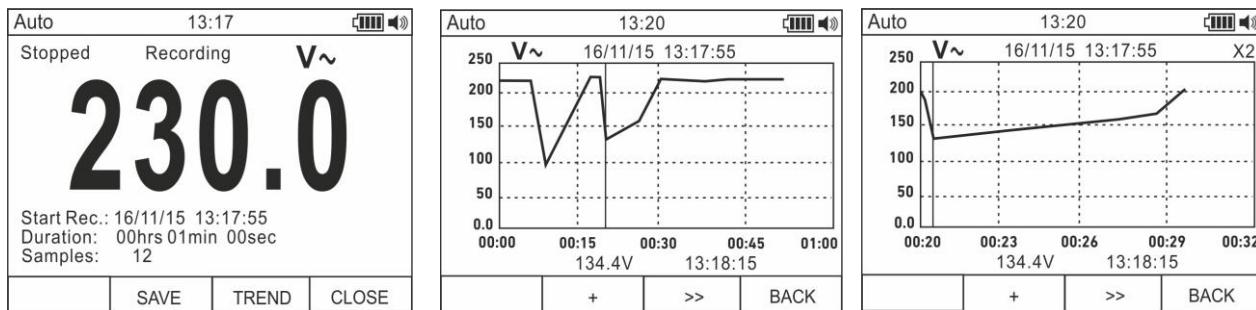

Fig. 11: Início da gravação de dados
9. O instrumento mostra o tempo residual e o número de amostragens adquiridas em tempo real e a mensagem “Parado (Fermato)” no final da gravação (ver Fig. 11 – parte esquerda). Premir o botão **F4 (STOP)** para parar a gravação em qualquer momento.
12. Premir o botão **F4 (>>)** para mover o cursor no gráfico e o botão **F2 (+)** para ativar a função de Zoom do gráfico aumentando a resolução (o símbolo “Xy” em que $y=\max$ dimensão do zoom aparece na parte superior direita do display) (ver Fig. 11 – parte direita). É possível efetuar operações de Zoom X1 para **pelo menos 15 pontos de medição**, X2 para **pelo menos 30 pontos de medição**, X3 para **pelo menos 60 pontos de medição** e assim por diante para um máximo de **6 operações de Zoom**.